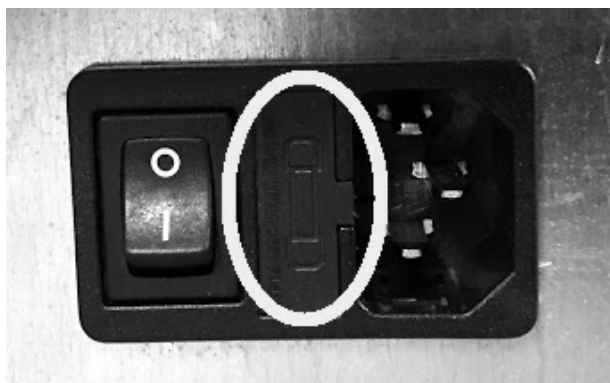

Fig. 46 - Drzwiczki z bezpiecznikami do wyjęcia
- Aby wymienić bezpieczniki w gniazdku za piecem, drzwiczki podważyć śrubokrętem płaskim (patrz **Fig. 46**) i wyjąć bezpieczniki do wymiany.